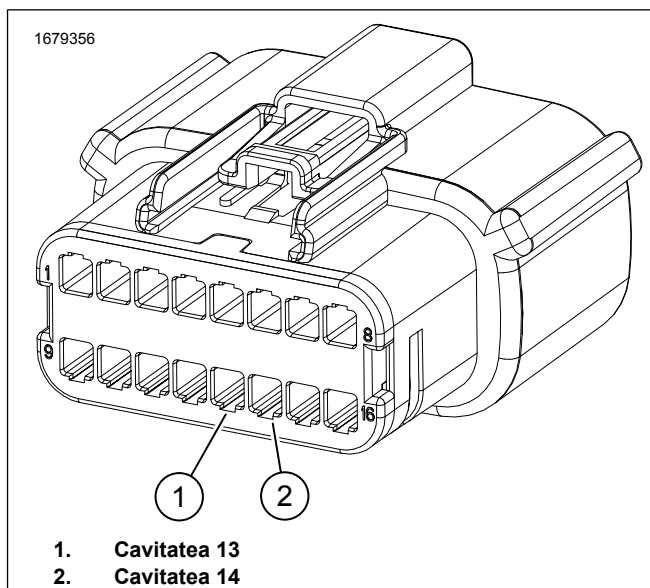

Figura 3. Conector cu 16-Pin C288_1
4. A se vedea figura 3. Scoateți dopurile din cavitățile 13 și 14 ale conectorului [C288B_1].